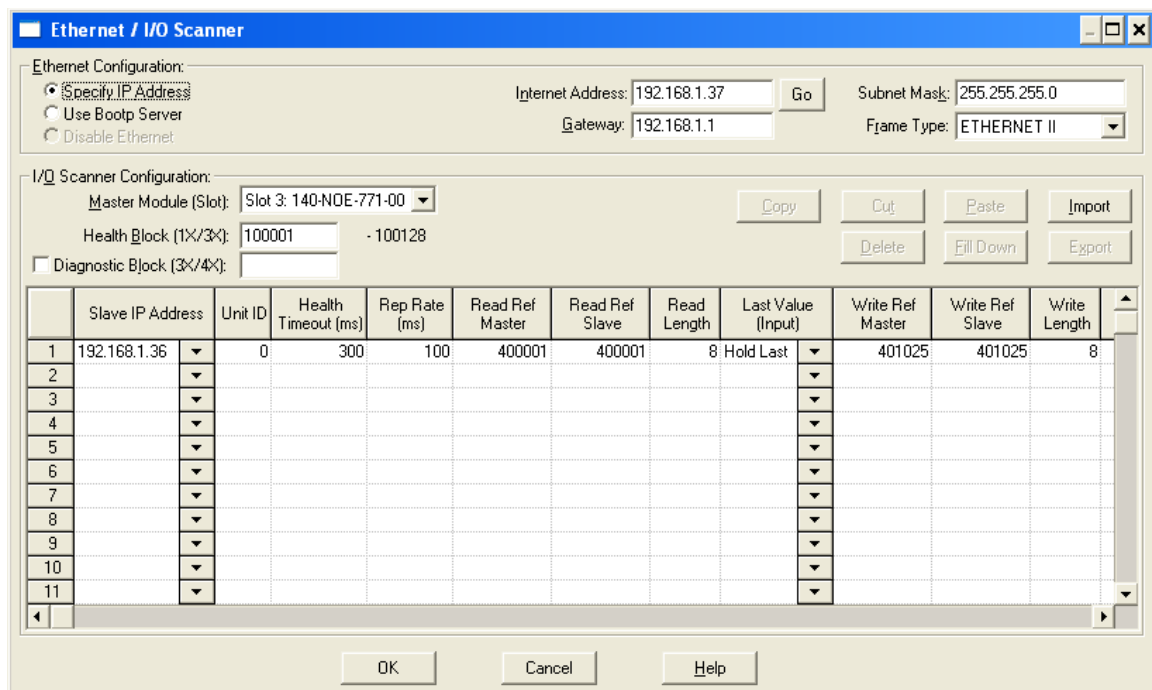

Abbildung 5-9: Fenster „Ethernet/I/O-Scanner“
- Klicken Sie auf den Ordner „Config Extensions“ (Konfigurationserweiterungen) im mittleren Teilfenster oben. Im Unterverzeichnis ist jetzt Ethernet/I/O-Scanner zu sehen. Doppelklicken Sie auf „Ethernet/I/O-Scanner“, um die Details der Ethernet-Karte anzuzeigen (Abbildung 5-9).
Wenn Sie auf die Hilfe-Schaltfläche (unten rechts in Abbildung 5-9) klicken, erhalten Sie eine detaillierte Beschreibung der einzelnen Spalten im Konfigurationsfenster. Es müssen folgende Elemente konfiguriert werden: